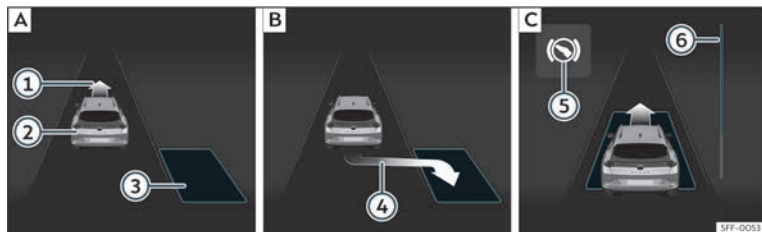
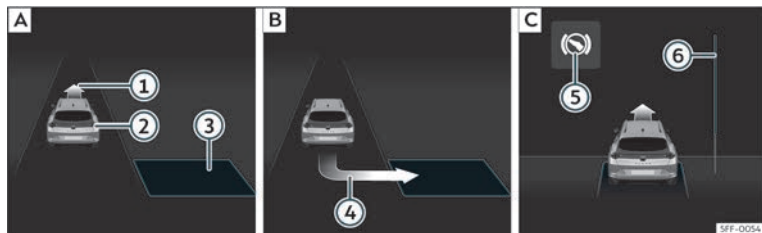

Fig. 172 Na pantalla do cadro de instrumentos:aparcar en liña. **[A]** Atopar un espazo de aparcamento. **[B]** Posición para aparcar. **[C]** Manobrar.
Fig. 173 Na pantalla do cadro de instrumentos:aparcar en batería. **[A]** Atopar un espazo de aparcamento. **[B]** Posición para aparcar. **[C]** Manobrar.
- Mire na visualización da pantalla do cadro de instrumentos se detecta o espazo como “axeitado” e se alcanzou a posición correcta para aparcar» **fig. 172 [B]** ou» **fig. 173 [B]**. O espazo considerase “axeitado” se na pan-
• Retroceda ata que soe o sinal continuo do ParkPilot; **OU BEN:** retroceda ata que na pantalla do cadro de instrumentos apareza a indicación de dar marcha adiante»» **fig. 172 C** ou»» **fig. 173 C**; **OU BEN:** retroceda ata que na pantalla do cadro de instrumentos apareza a mensaxe **Park Assist finalizado**. A barra de progreso **6** indica a distancia a percorrer»» páx. 279 .
• Vaia marcha adiante ata que soe o sinal continuo do ParkPilot; **OU BEN:** vaia marcha adiante ata que na pantalla do cadro de instrumentos apareza a indicación de dar marcha atrás. O sistema de aparcamento asistido dirixe o vehículo marcha adiante e marcha atrás ata centralo no espazo»» **fig. 172 C** ou»» **fig. 173 C**.
A barra de progreso »» **fig. 172 6** e»» **fig. 173 6** amosa simbolicamente na pantalla do cadro de instrumentos a distancia relativa que aínda se vai percorrer. Canto maior sexa a distancia, máis chea está a barra de progreso. Ao circular marcha adiante, o contido da barra de progreso diminúe cara arriba e, ao circular marcha atrás, diminúe cara abaixo.